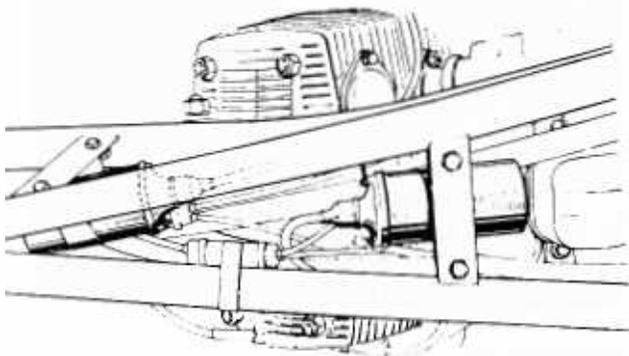

Bild 204
- Die Bosch-Zündspulen arbeiten sehr kräftig und zuverlässig. Sie sind mit Klemmschellen an den oberen Rahmenrohren unterhalb des Tanks befestigt (Bild 204). Sie müssen genau in der gezeigten Weise befestigt werden, da der Raum sehr beengt ist. Achten Sie auf richtigen Sitz der Kabelanschlüsse, nicht zu lose und nicht zu fest, sonst können die Stecker brechen. Im Betrieb werden die Zündspulen warm. Schalten Sie deshalb die Zündung aus, wenn der Motor nicht läuft. Wickeln Sie die Zündspulen nicht in Lappen, aber achten Sie auf den richtigen Sitz der Gummikappen. Zum Schutz vor Feuchtigkeit können die Zündspulen mit einem feuchtigkeitsverdrängenden Spray behandelt werden.